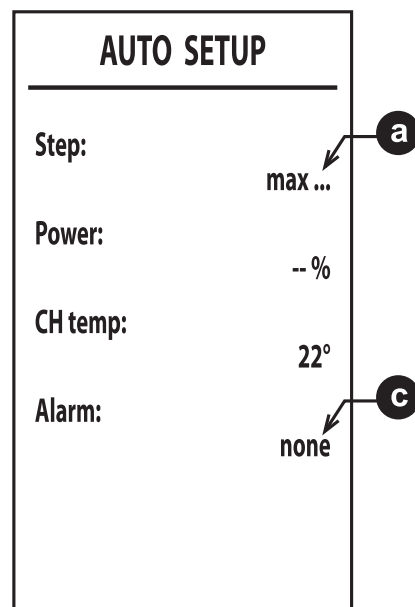

Рис. 40
6. После розжига горелка устанавливается на различные мощности (max, med, min – макс., средн., мин.), показываемые в точке **a** (рис. 40).
8. Если последовательность розжига, описанная в пункте «6», не дала положительных результатов, появляется сообщение **max\_err** в точке **a** и код ошибки в точке **c** (рис. 40).